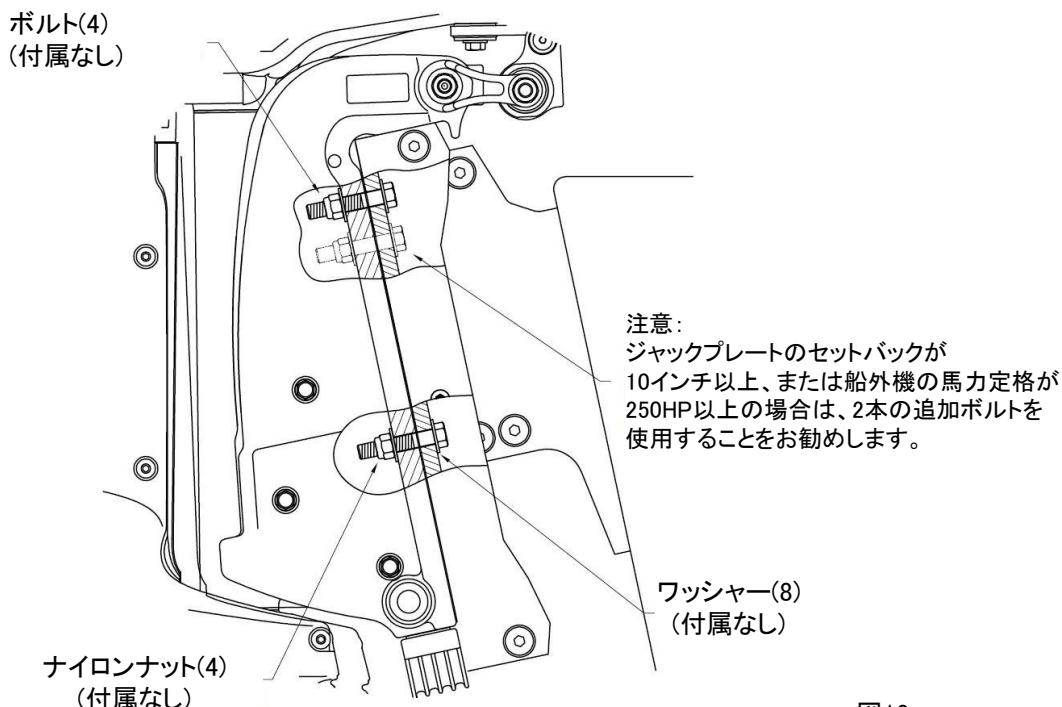

図13
- ・ジャッキプレートのセットバックが10インチ以上、または船外機の馬力が250HP以上の場合は、追加で2本のボルトを使用することを推奨します。(図13を参照)
- ・エンジンメーカーの推奨に従い、追加のボルトを使用することを検討してください。(図13を参照)